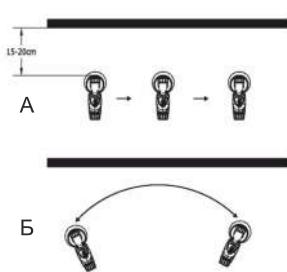

Рис. 9
3. Правильно: Обязательно держите краскораспылитель на одинаковом расстоянии примерно 10-30 см до целевого объекта (Рис. 9 А).
- Неправильно: Образование сильного красочного тумана, неоднородное качество поверхности (Рис. 9 Б).